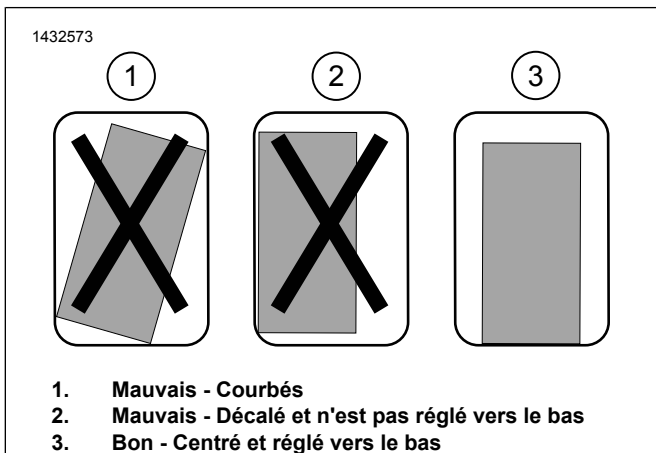

Figure 11. INSTALLATION DU SUPPORT DE MONTAGE
- a. Figure 11 Testez l'adaptation de l'assemblage du support de montage. Le support doit être droit, centré et aussi près que possible du bas de la sacoche.
- c. Figure 11 Testez l'adaptation pour l'emplacement final pour assurer que support est droit, centré et aussi près que possible du bas de la sacoche.